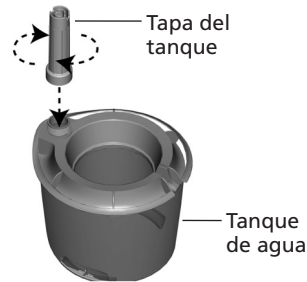

Figura 11
5. Coloque de nuevo la tapa del tanque girándola hacia la derecha. Vea la figura 11.